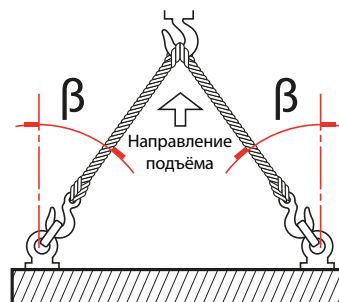

Рис. 7.1 Подъём (привода одностороннего действия до размера 161)
- Привод одностороннего действия, зацепить стропы двойной цепи за подъемные проушины, как указано на Рис. 7.1.